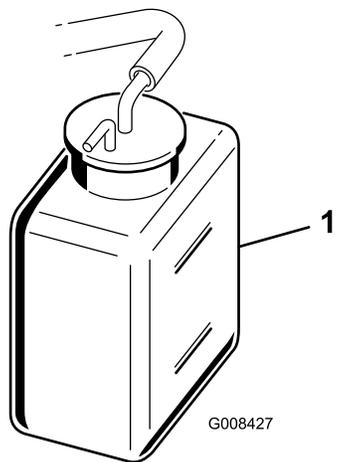

Рисунок 42
2. Проверьте уровень охлаждающей жидкости (Рисунок 41 и Рисунок 42).